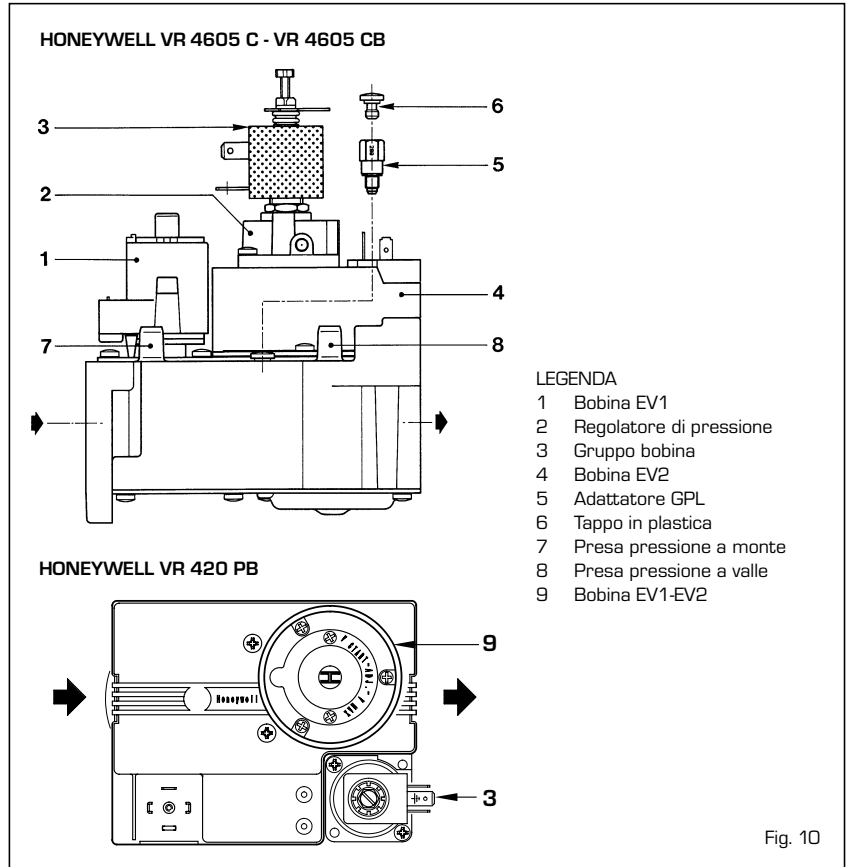

Fig. 10
4.1 VALVOLA GAS (fig. 10)
Alla prima accensione della caldaia è sempre consigliabile effettuare lo spurgo della tubazione agendo sulla presa pressione a monte della valvola gas (7 fig. 10 - 9 fig. 2).
Per effettuare la trasformazione a gas butano (G30) o propano (G31) è necessario sostituire gli ugelli principali forniti nel kit a richiesta e, per evitare che la caldaia vada in blocco nelle partenze a freddo, applicare sulla valvola l'adattatore cod. 6248301 (5 fig. 10). Per regolare la potenza riscaldamento fare riferimento ai punti 4.2 e 4.3.